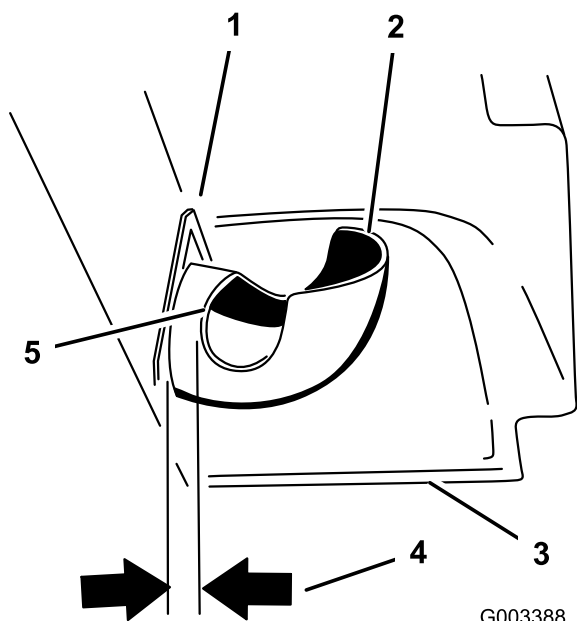

Figura 23
6. Mida la distancia de penetración del tubo en el capó. Mida desde la placa del capó hasta el borde del tubo, según se muestra en Figura 23. Esta distancia debe ser de 19 mm (3/4 pulg.)